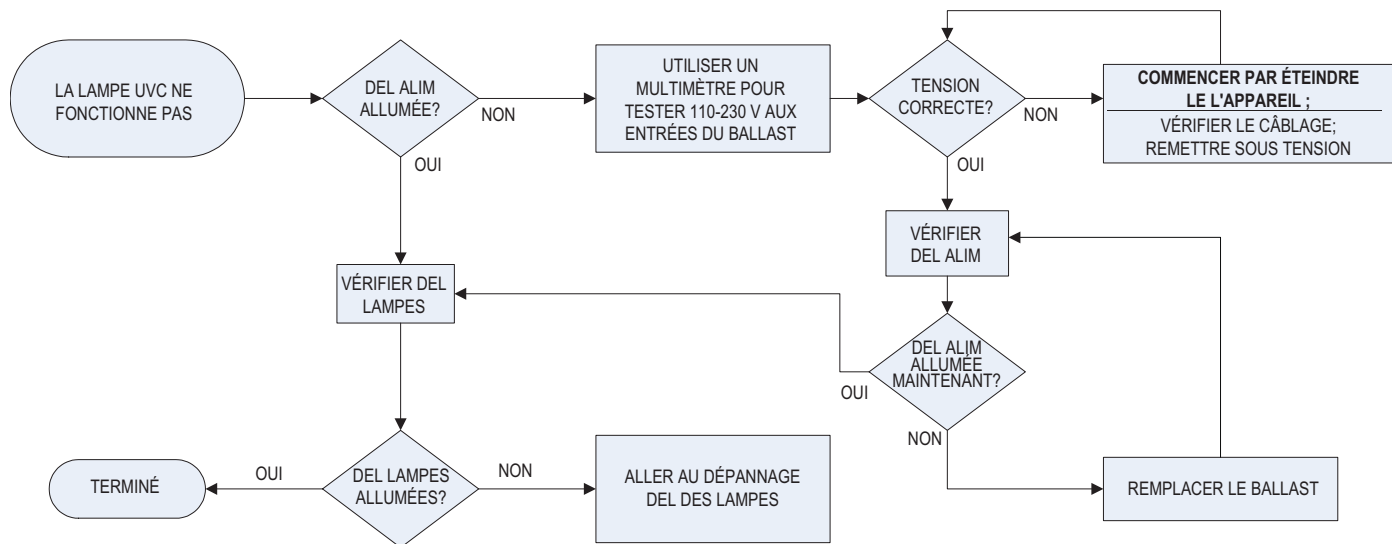
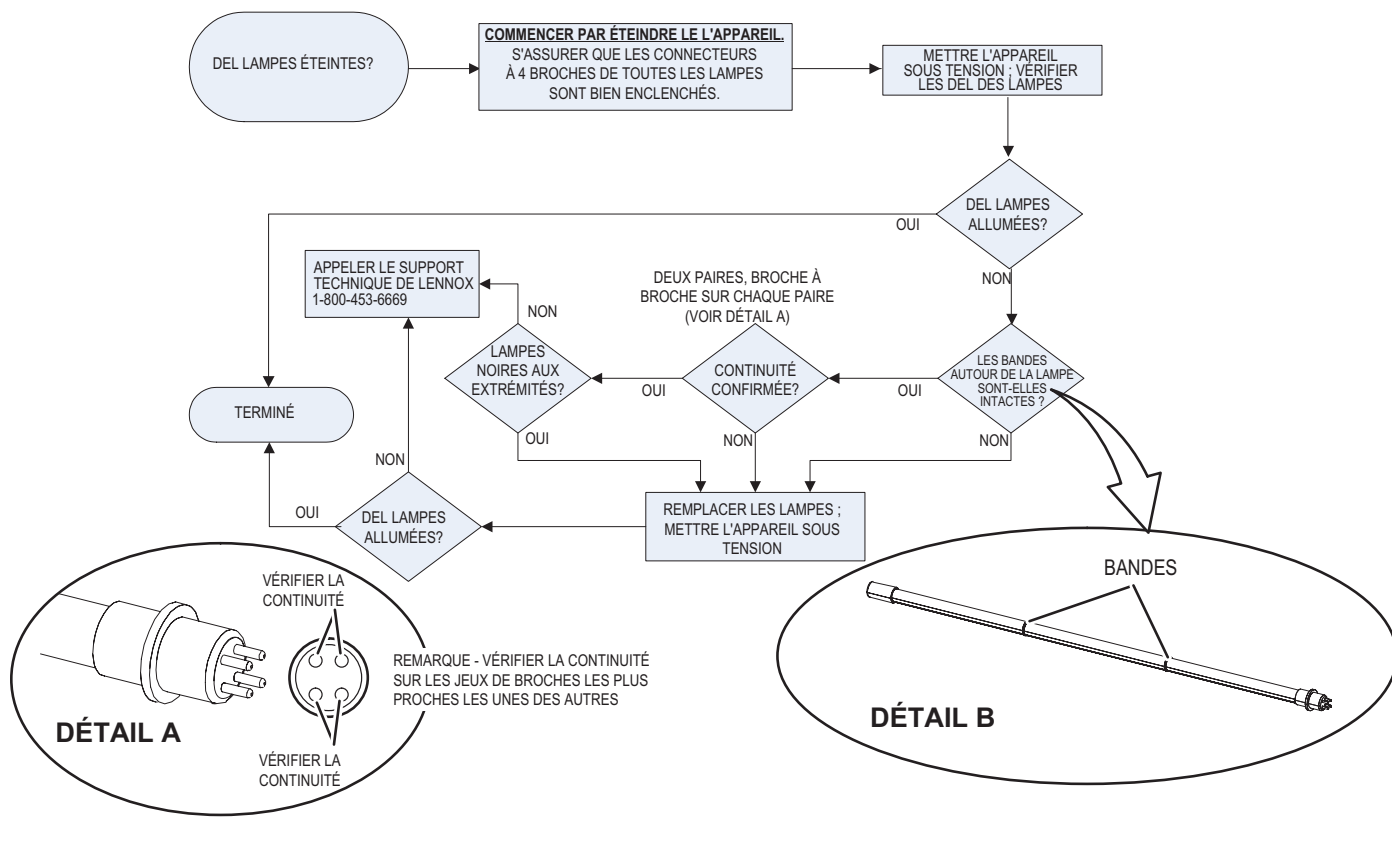

FIGURE 44
FIGURE 45
- 2 - Vérifier la continuité électrique entre les broches de la lampe pour vérifier la continuité des filaments de la lampe (voir FIGURE 45).
Des tableaux de dépannage sont fournis pour aider à déterminer la cause des problèmes rencontrés FIGURE 44 et FIGURE 45).